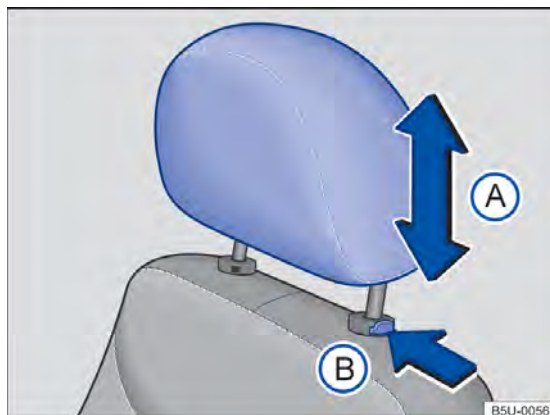

Fig. 38 Ajustar o apoio para cabeça dianteiro.
- Empurrar o apoio para cabeça para cima ou para baixo na direção da seta → Fig. 38 (A) → ⚠️.